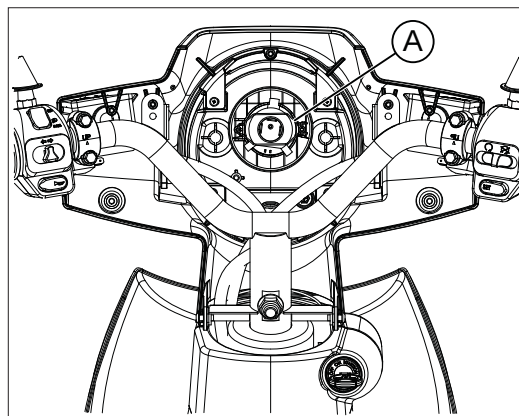

Abb. 5
- Auf die Klemmen A, Abb. 5, einwirken;
- Die komplette Lampenhalterung vor Ort montieren und mit der Klemme A, Abb. 5, befestigen;